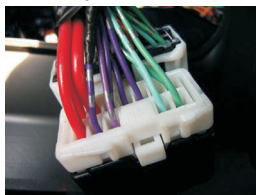

Рис. 3
2. Отсоединить разъем с фиолетовыми проводами от коннектора (см. Рис. 3).
1-ый контакт (питание на стеклоподъемники) 2-контактного разъема модуля подключается к любому из красных проводов (см. Рис. 3).